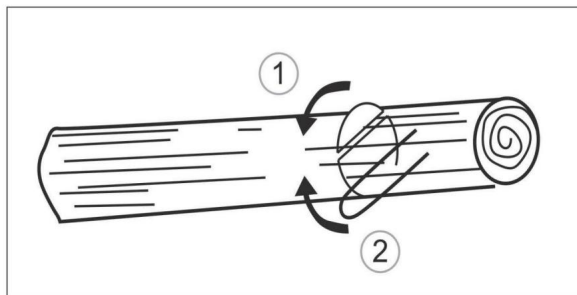

Fig. 22
3. Dans le cas où le tronc est soutenu aux deux extrémités, coupez d'abord 1/3 du haut du diamètre du tronc pour éviter de le fendre. Terminez ensuite la coupe par le bas afin que elle coïncide avec la première coupe, évitant ainsi le coincement (fig. 22).